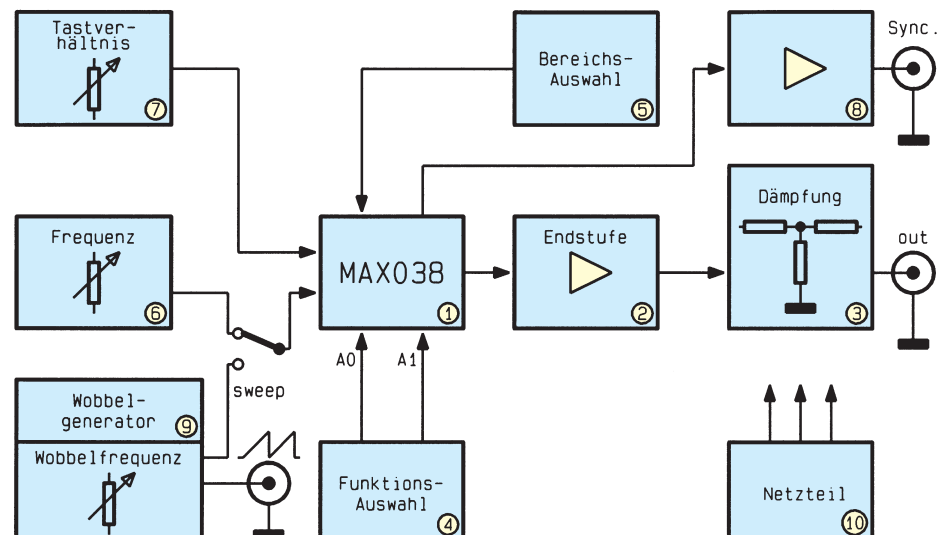

Bild 1: Blockschaltbild des WFG 7002
Abbildung 1 zeigt als Blockschaltbild den prinzipiellen Aufbau des auf der Grundlage des MAX038 entwickelten Funktions-Generators WFG 7002. Das Ausgangssignal des MAX038 gelangt mit einer Amplitude von 1 V zur Endstufe (2). Mit einer maximalen Verstärkung von 5 ergibt sich die maximale Ausgangsspannung des WFG 7002 zu 10 V_{ss}. Die Einstellung der Amplitude des Ausgangssignals sowie die Addition eines DC-Pe-